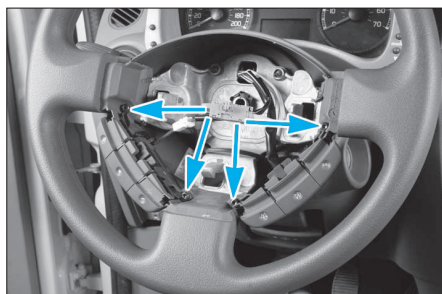

FIG. 31
- Selon équipement, déposer les commandes de l'autoradio situées sur le volant de direction (Fig.31).